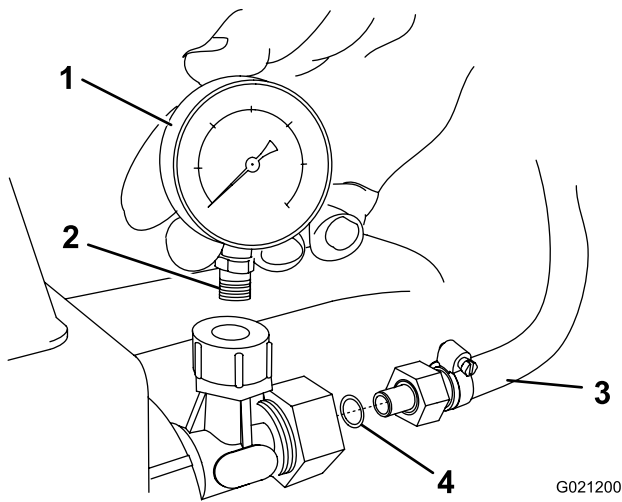

Figura 11
15. Envuelva las roscas del manómetro en sentido antihorario con cinta selladora de roscas (Figura 11).
16. Instale el manómetro en el conector abierto, a la derecha de la válvula de control (Figura 11).
1. Localice la junta tórica entre las piezas sueltas y lubríquela con un lubricante sin petróleo, por ejemplo aceite vegetal. Instale la junta tórica entre la manguera larga y el conjunto de la válvula de control (Figura 11).
2. Conecte el acoplamiento roscado del extremo de la manguera larga a la válvula de control (Figura 11).